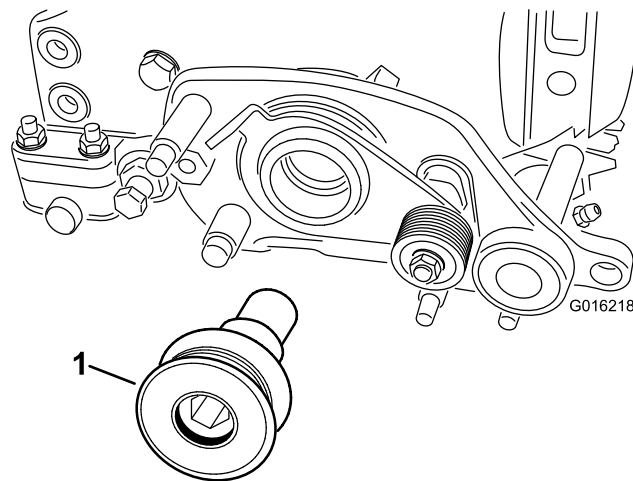

Figura 12
2. Prenda a polia da transmissão do rastelo ao eixo do rastelo (Figura 12).
3. Aperte a polia da transmissão do rastelo (Figura 12) com 170 N·m.